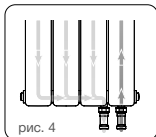

рис. 4
- 8.3. Радиатор подключается к трубопроводу боковых G3/4" (рис. 4).